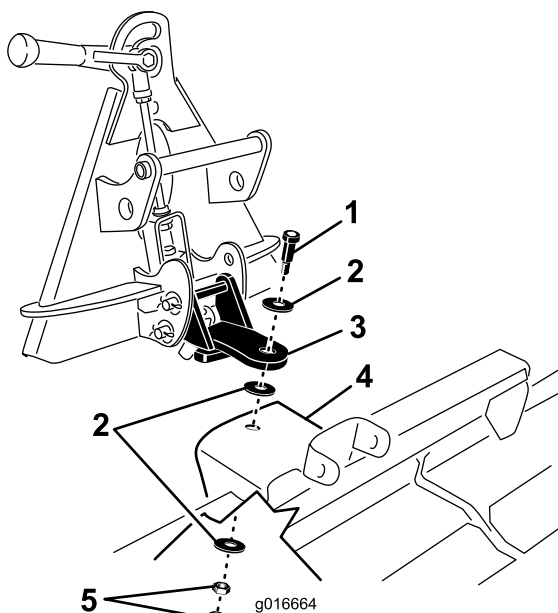

Figura 3
1. Fissate il gruppo del perno al rastrello a pettine con un bullone di spallamento, (2) rondelle e (2) controdadi, posizionandoli come illustrato in Figura 3.